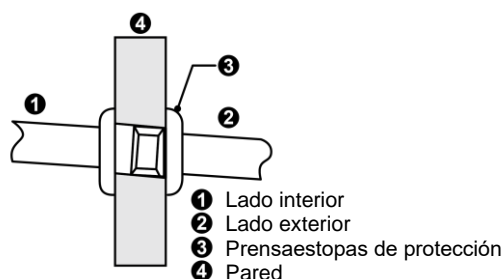
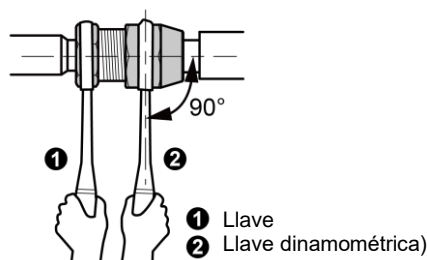

Figura 4-1 Paso de los tubos de conexión de refrigerante por la pared
Figura 4-2 Conexión del tubo de conexión
- (1) Si es necesario conectar el depósito de agua a la unidad exterior a través de la pared, es necesario perforar un agujero de $\varnothing 55$ mm en la pared, que debe estar inclinado hacia la pared exterior, como se muestra en la figura 4-1. En ambos extremos del agujero deben estar instalados los prensaestopas de protección.
- (2) Sujete los tubos de conexión, el cable de alimentación, los cables de los sensores de temperatura del agua y el cable de comunicación del mando mural (si se lleva por aquí) con cinta aislante térmica y luego páselos a través del agujero.
- (3) Extraiga las conexiones de la tubería de refrigerante del depósito de agua y quite las tuercas de sellado de la válvula pequeña y de la grande de la unidad exterior. Unte las conexiones de los tubos y las salidas de las válvulas con aceite para refrigerante.
- (4) Quite los tapones de protección de los tubos de conexión. Alinee el centro del cuello abocardado del tubo de conexión con la conexión del tubo y la salida de la válvula, atornille las tuercas de unión del tubo con la mano y luego apriete con la llave como se muestra en la figura 4-2.